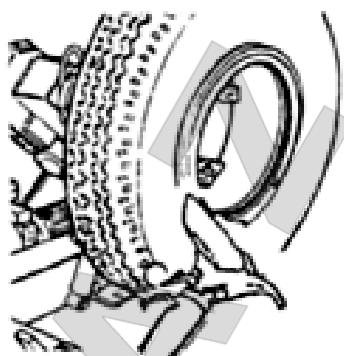

Fig 24
- (1) Зафиксируйте обод, поверните его так, чтобы отверстие для ниппеля располагалось в крайней нижней точке. Смажьте оба борта шины и обод специальным смазочным материалом.
- (2) Установите шину на платформу. При работе с камерными шинами расположите обод так, чтобы отверстие для ниппеля оказалось в крайней нижней точке.
- (3) Переведите платформу так, чтобы установить оба борта шины на обод.
- (4) Переведите инструментальную консоль к внешней стороне колеса и опустите ее в рабочее положение. Диск для отрыва борта должен быть направлен на колесо. Вращая колесо, переведите диск вперед, чтобы вставить его под борт шины.
- (5) Установите разъемное кольцо на обод и зафиксируйте стопорной гайкой (рис. 24).